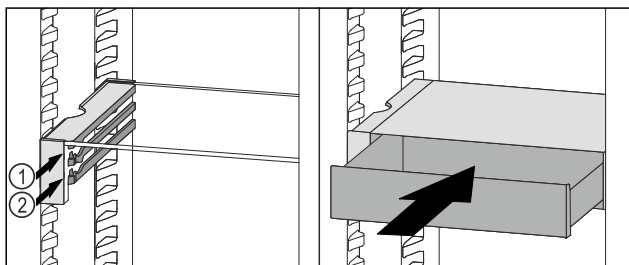

Fig. 131
- Predal VarioSafe namestite za zaustavljalnimi elementi na želeni nastavek Fig. 131 (1) ali Fig. 131 (2).